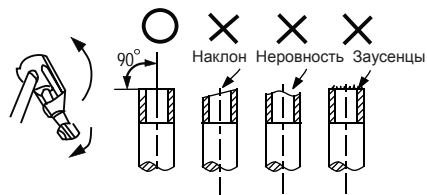

Рис. 8-1
- Отрежьте трубу требуемой длины труборезом (см. рис. 8-1).